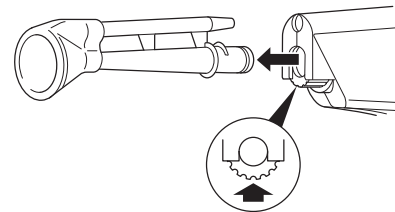

图 2 - 要取下冲洗头装配件
- 按压冲洗头锁定机构并将冲洗头装配件从操作柄取出 (图 2)。